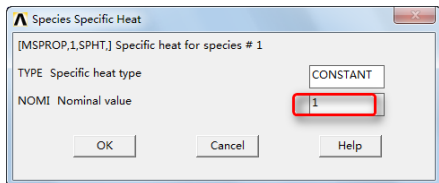

图 10-39 “Species Specific Heat”对话框
②③单击“OK”按钮会弹出“Species Specific Heat”对话框，如图 10-39 所示，在“NOMI Nominal value”输入框中输入 1，其余采用默认设置。